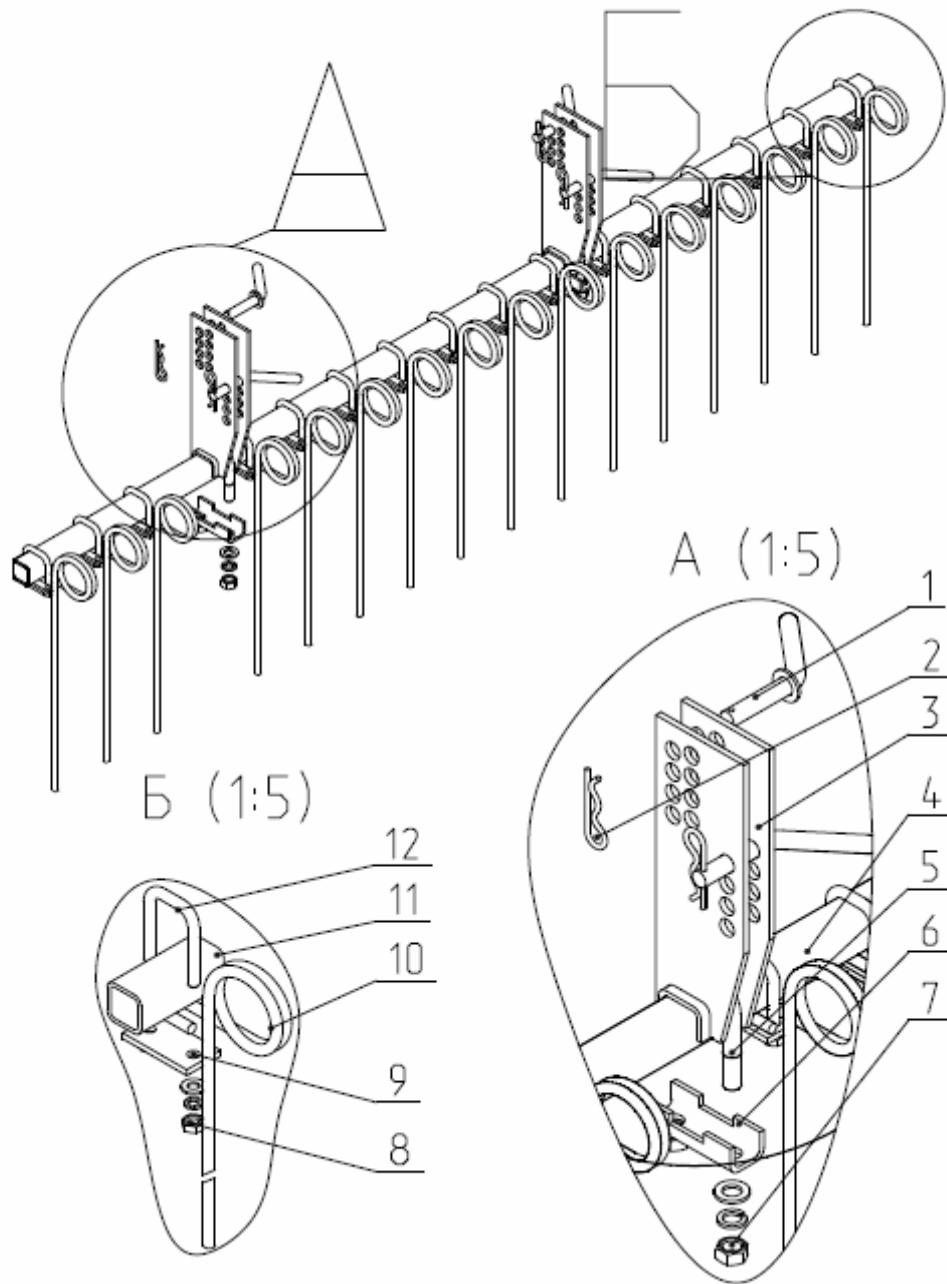

Рис.20 КСП 04.030А Гребенка однорядная
2.23. Гребенка однорядная вычесывающая КСП 04.030А см. (Рис.20)